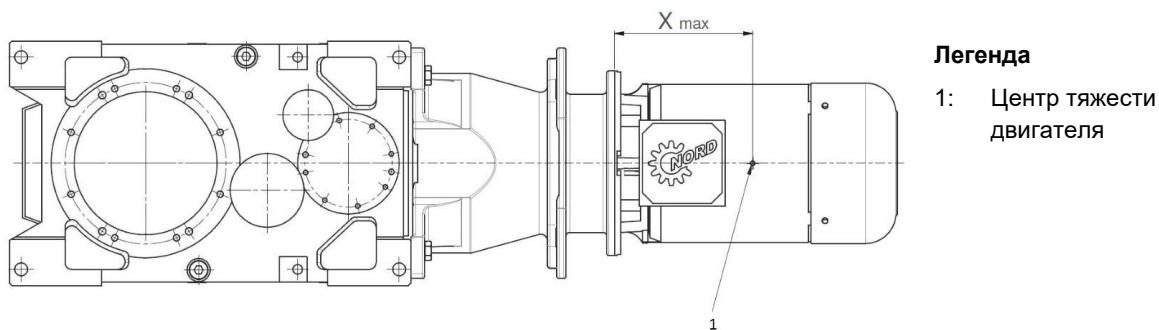

Рисунок 20: Центр тяжести двигателя
1) Значение X max см. Рисунок 20